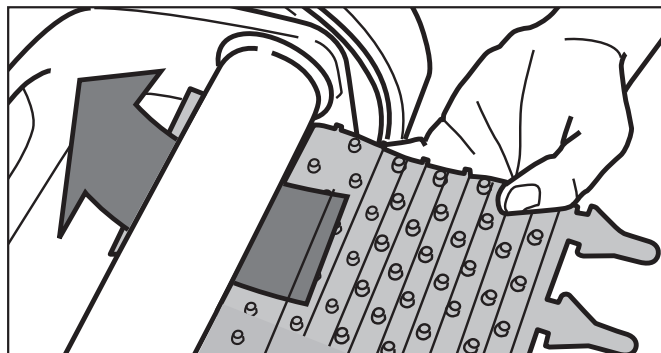

Figura 20. Colocar el nuevo cepillo en el rodillo
2. Coloque el cepillo nuevo debajo del rodillo con las cerdas hacia abajo (Figura 20).